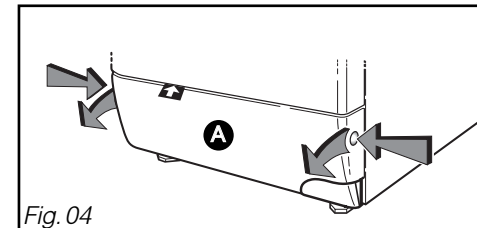

Fig. 04
- Ouvrez en appuyant simultanément sur les bossages se trouvant de part et d'autre de la plinthe **A** tout en tirant cette dernière vers vous (Fig. 04).
- Enlevez la plinthe (cf Fig. 04, pages précédentes).